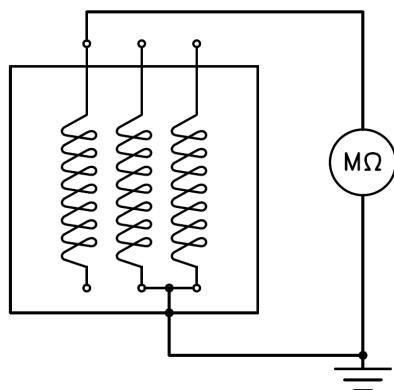

Abbildung 1
- Bei der Messung der Wicklungen des **Hauptstators** müssen zunächst die Verbindungen zu den Regelungseinrichtungen (Spannungsregler oder andere Vorrichtungen) oder zu eventuellen anderen Vorrichtungen des Aggregats abgetrennt werden. Die Messung wird zwischen einer Phase und der Erde durchgeführt, wobei die anderen beiden Phasen ebenfalls geerdet werden (dieser Vorgang ist an allen drei Phasen zu wiederholen). (siehe **Abbildung 1**)